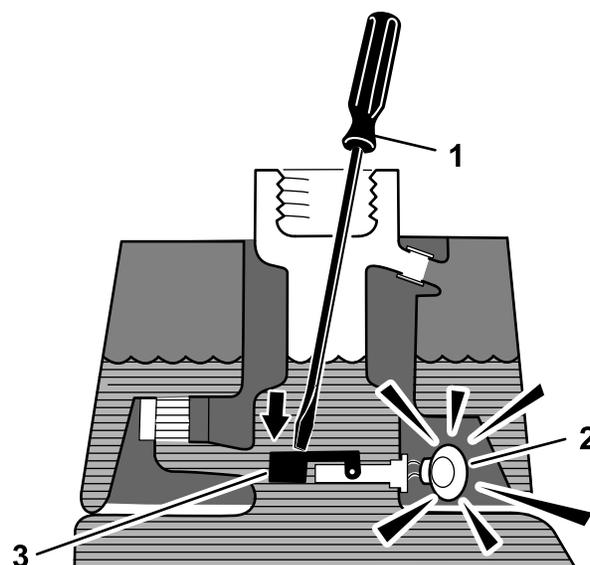

Рисунок 42
3. Вставьте чистый стержень или отвертку в горловину бака и слегка нажмите на поплавковый переключатель (Рисунок 42). После секундной задержки должен прозвучать предупреждающий звуковой сигнал.